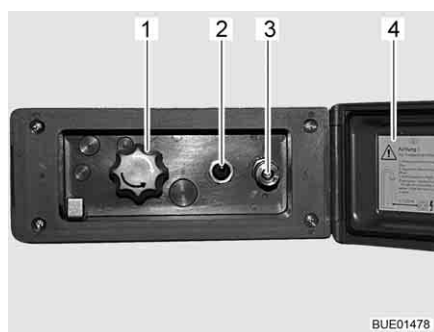

Fig. 87 Raccordo doccia esterno
- Sganciare ed aprire il coperchio (Fig. 87,4).
- Collegare il tubo flessibile della doccia esterna alla chiusura rapida (Fig. 87,3).
- Accendere la pompa dell'acqua con l'interruttore (Fig. 87,2).
- Regolare la temperatura dell'acqua ai gradi desiderati mediante la manopola (Fig. 87,1).
- Spegnerne la pompa dell'acqua con l'interruttore (Fig. 87,2).
- Chiudere il coperchio (Fig. 87,4) e bloccarlo con la chiave.
- Ruotare la manopola (Fig. 87,1) sulla posizione centrale.